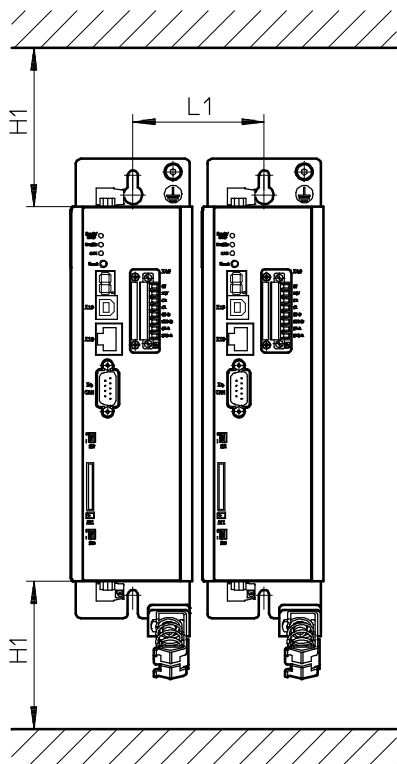

Fig. 3.2 Controlador de motor CMMP-AS-...-M0: Distancia de montaje y espacio para el montaje
- Los controladores de motor de la familia CMMP-AS-...-M0 están diseñados de tal forma que, si se utilizan según el uso previsto y se instalan debidamente, se pueden conectar en una placa de montaje disipadora del calor. Se debe tener en cuenta que un calentamiento excesivo puede provocar un envejecimiento prematuro y/o daños en el aparato. En caso de someter el controlador de motor CMMP-AS-...-M0 a unas condiciones térmicas más exigentes se recomienda dejar una distancia de montaje (→ Fig. 3.2).